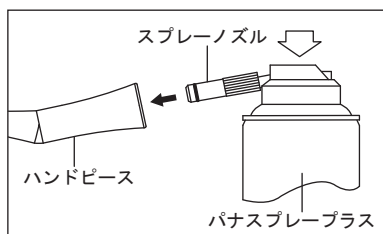

図5
- 3) スプレーノズルをハンドピース後部へ挿し込み、ハンドピースを押さえて、ハンドピース先端よりオイルが出るまで2秒以上スプレーします。注油は先端から異物等の汚れが出なくなるまで繰り返し行います。（図5）